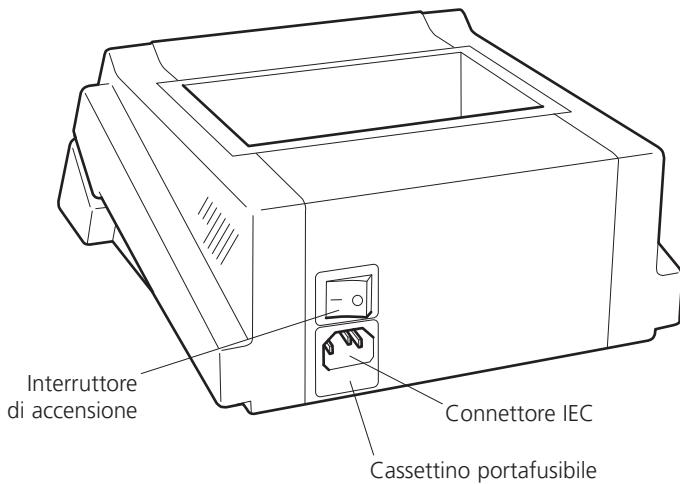

Figura 2: Vista posteriore
- Accendere l'apparecchio con l'interruttore di accensione previsto sul retro dell'apparecchio - vedere la figura 2.
1. Accendere l'apparecchio agendo sull'interruttore posto sul retro dell'apparecchio - vedere la figura 2.